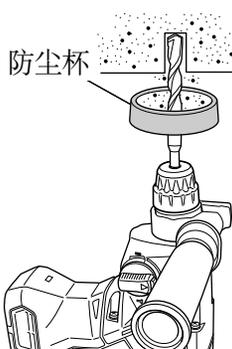
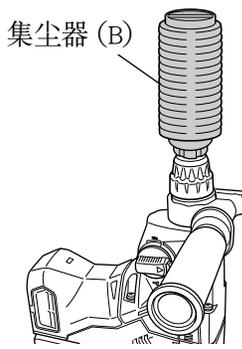

图 9
图 10
4. 安装集尘杯和集尘器 (B) (选购附件) (图 9、图 10)
请按照图 9 所示方法, 将集尘杯装在钻头上使用。使用粗径钻头时, 请用本电动锤钻将集尘杯的中心孔开大。
使用集尘器 (B) 时, 请将集尘器 (B) 与夹卡上的槽对准后, 将集尘器 (B) 从钻头的顶端插进去 (图 10)。